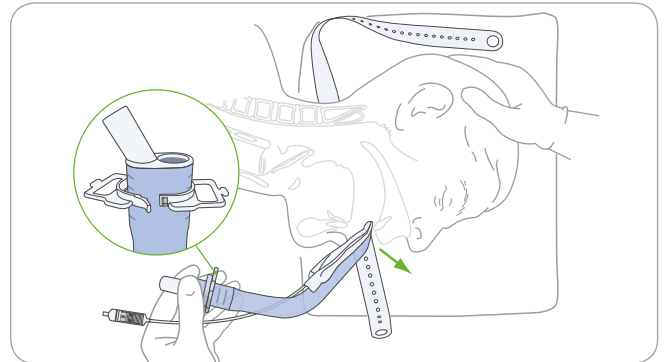

Figura 9. Presione la punta de la mascarilla contra el paladar duro
5. Coloque el soporte sobre la sección del bloque de mordida de forma que la superficie plana de la brida quede orientada hacia el paciente y el soporte quede centrado con respecto al bloque de mordida SIN BLOQUEARLO, como se muestra en la **Figura 9**. Para facilitar la utilización, se recomienda orientar el soporte de modo que el clip del mismo apunte hacia la nariz del paciente al realizar la inserción.
7. Sujete el dispositivo exactamente como se muestra en la **Figura 9**.